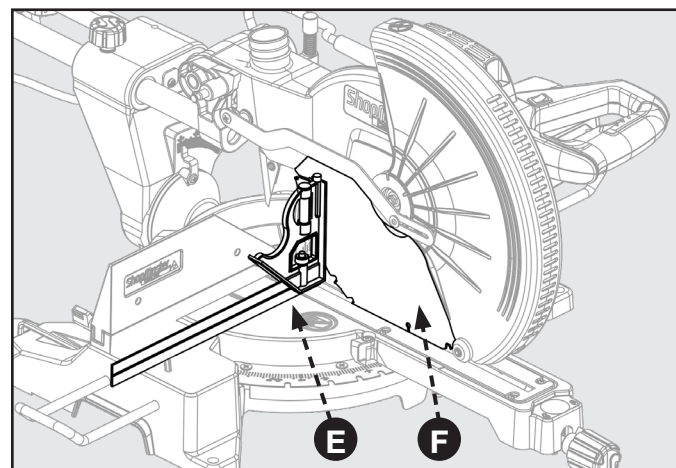

FIGURA 12
Consulte la Figura 12.
7. Coloque una escuadra combinada (E) contra la mesa y la parte frontal de la hoja de la sierra (F).
9. El borde de la escuadra y la hoja de la sierra deberán estar paralelo, tal como se muestra en la Figura 12.